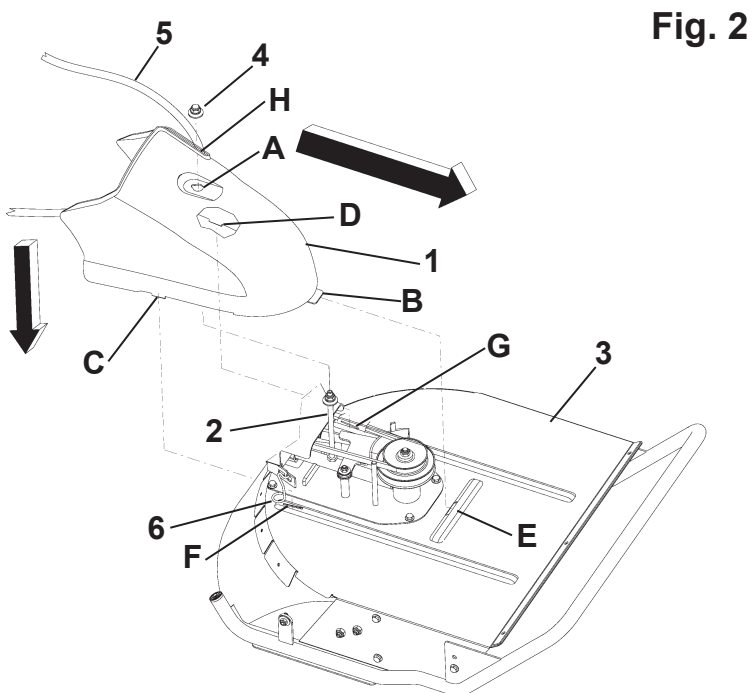

Fig. 2
MONTAGGIO COFANO DI PROTEZIONE (Fig. 2) Prendere il cofano di protezione (1), appoggiarlo sulla vite (2) in coincidenza con la parte larga del foro (A). Quando il cofano è appoggiato sul carter (3) spingerlo verso la parte piccola del foro (A), in modo che le alette
PROTECTION COVER ASSEMBLY : (Fig. 2) take the protection cover (1) laying it on the screw (2) coupling it with the larger part of the slot (A). When the cover is laying on the casing (3) push it towards the smaller side of the slot (A) so that the fins (B,C,D) are embedding into the slots (E,F,G) which are placed on the casing (3). Finish the operations tightening the nut with the washer (4).
MONTAGE COFFRE DE PROTECTION (Fig. 2) Prendre le coffre de protection (1), et l'appuyer sur la vis (2) en la faisant coïncider avec la partie large de l'interstice (A). Lorsque le coffre est appuyé sur le carter (3) le pousser vers la plus petite partie de l'interstice (A), de manière à ce que les ailettes (B, C, D) s'encastrent dans les fentes (E, F, G) présentes sur le carter (3). Terminer en serrant l'écrou avec la rondelle (4). S'assurer que le câble d'attelage de l'outil (5) soit positionné à l'intérieur du siège (H) du coffre (1) et que l'accrochage à ressort (6) soit sous le coffre (1). Dans le cas de démontage du coffre de protection (1) il est nécessaire de desserrer l'écrou avec la rondelle (4), sans le dévisser complètement. Ensuite pousser le coffre jusqu'à ce que la partie large de l'orifice (A) se trouve sous l'écrou (4), ensuite extraire en soulevant (1) vers le haut.
MONTAGE DER SCHUTZHAUBE (Abb. 2) Schutzhaube zur Hand nehmen (1) und mit der weiten Seite der Bohrung (A) an der Schraube (2) anordnen. Liegt die Schutzhaube auf der Schutzverkleidung (3) auf, zur kleinen Seite der Bohrung (A) si hinschieben, dass die Laschen (B, C, D) in den Ösen (E, F, G) der Schutzverkleidung (3) einrasten. Zum Schluss die Mutter mit Unterlegscheibe (4) festziehen. Sicherstellen, dass der Zünddraht des Geräts (5) in seiner korrekten Lage (H) in der Schutzhaube liegt (1) und dass die Feder (6) unter der Haube (1) eingehakt ist. Zum Abmontieren der Schutzhaube (1) Mutter mit Unterlegscheibe (4) lockern, aber nicht vollkommen abschrauben. Anschließend die gegen die Haube drücken, bis die weite Seite der Bohrung (A) unter der Mutter (4) liegt, dann die Haube (1) nach oben anheben und abnehmen.